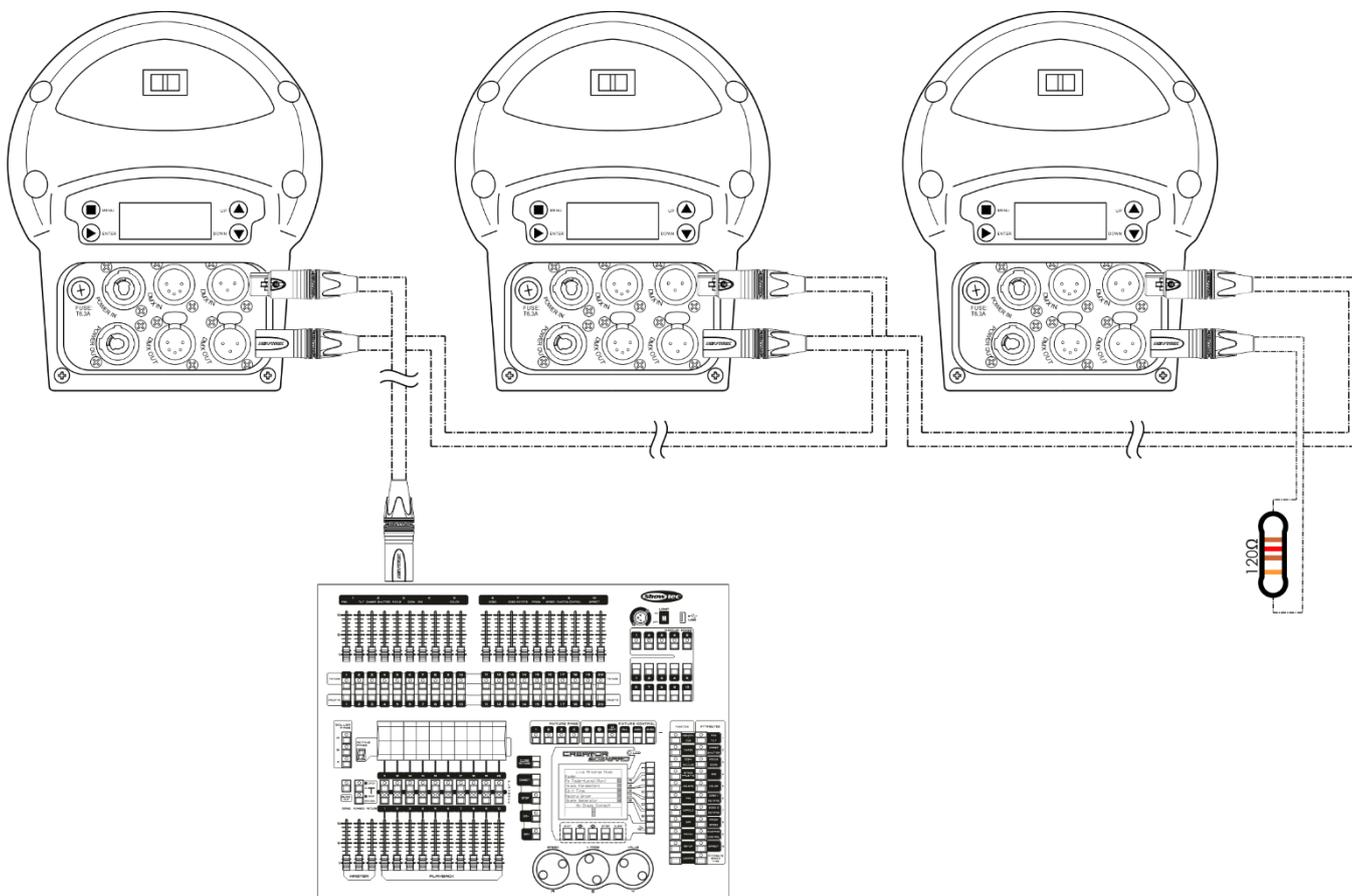

Fig. 12
- 04) Collegare le unità come indicato nella fig. 12. Collegare la presa DMX "out" della prima unità alla presa DMX "in" della seconda unità, servendosi di un cavo di segnale DMX. Ripetere questo processo fino a collegare la seconda, la terza e la quarta unità.